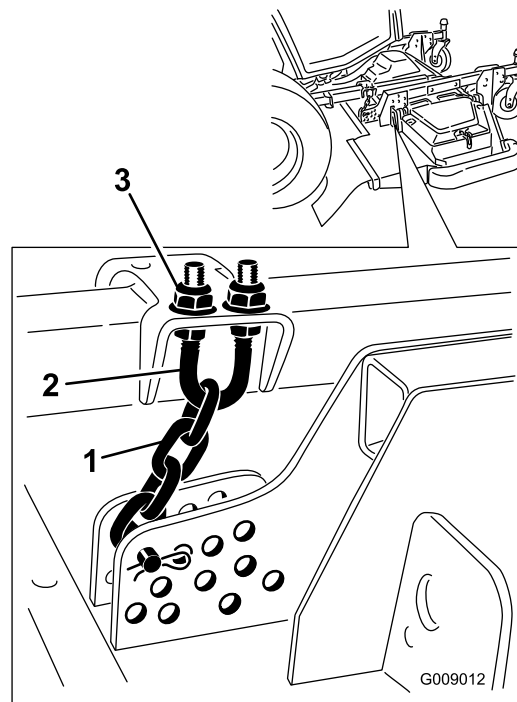

図 94
- 刈高チェーンのUボルトの上側または下側についているジャムナットをゆるめる（図 94）。